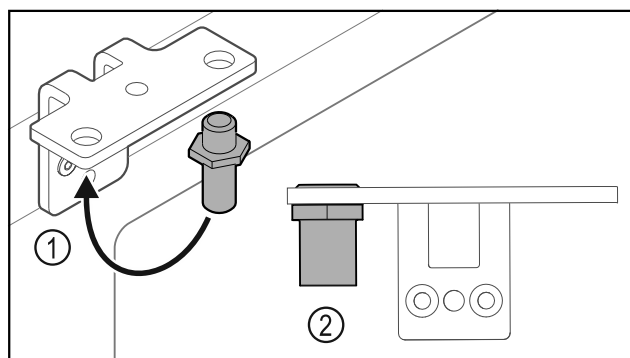

Fig. 33
- ▶ Mutați bolțul Fig. 33 (1) în colțarul balamalei.
- ▶ Strângeți bolțul Fig. 33 (2) cu **cuplul de 12 Nm**.